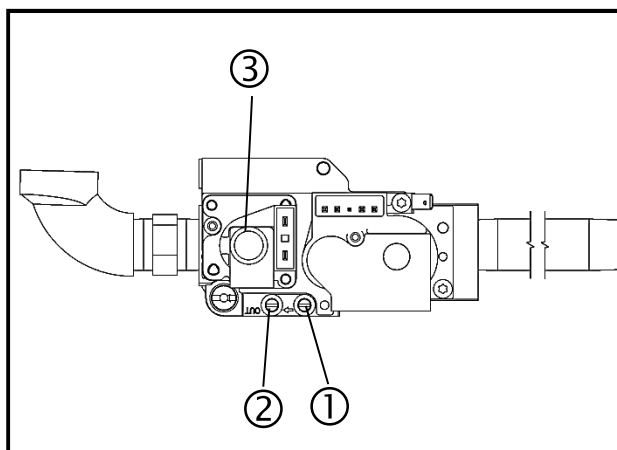

Fig. 22: Unidad de ignición y control (modulación)
- ⇒ Abra la boquilla de prueba (1). (Fig. 22)